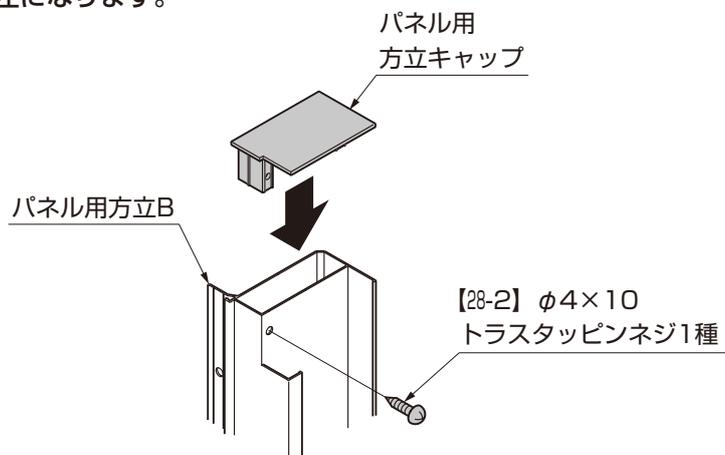

図21-12
- ②パネル用方立キャップを方立に【28-2】で取付けてください。(図21-12参照)